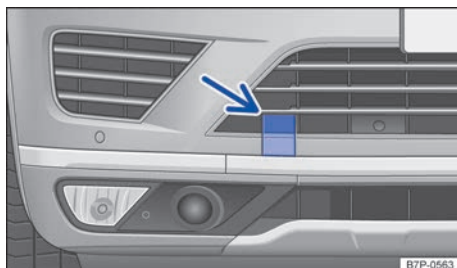

Fig. 260 En el lado derecho del paragolpes delantero: tapa del alojamiento de la argolla de remolque.
- Presione sobre el borde de la tapa que mira hacia el lado exterior del vehículo con algo de fuerza → fig. 260 (flecha) hasta que la tapa salte un poco hacia fuera. En caso necesario, aplique el destornillador de las herramientas de a bordo en el lado opuesto de la tapa.